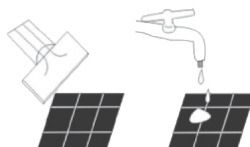

рис. 9
4. Установите сетчатый фильтр и решетку забора воздуха (рис. 9).